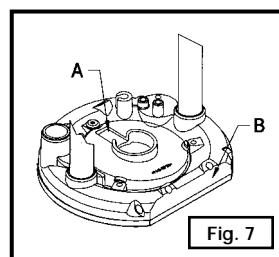

Fig. 7
**REMARQUE:** Pour que le système de ramassage de poussière fonctionne correctement, il faut s'assurer que le couvercle anti-poussière soit monté avec sa fente supérieure, (A), Fig. 7, placée à l'opposé du méplat, (B), Fig. 7, de l'embase.